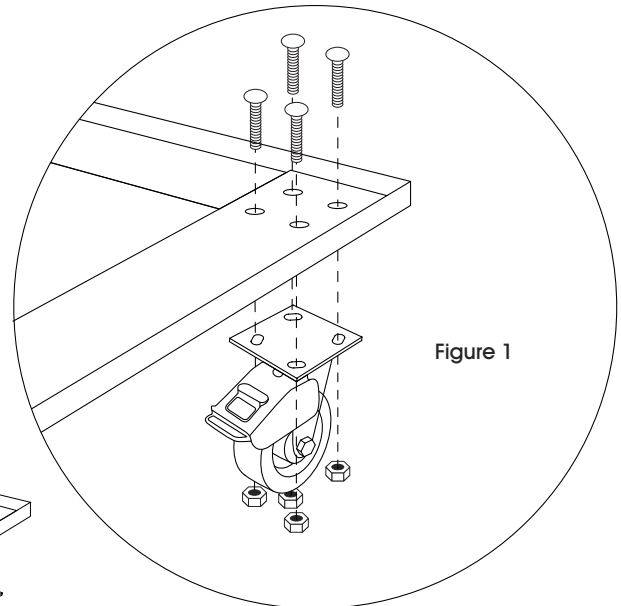

Figure 1
Attach bolts with locknuts. (See Figure 1)
1. Alignez le support de roulette pivotante avec les trous de boulon du cadre de chariot. Insérez quatre boulons dans le support de roulette pivotante en les enfilant à travers le cadre de chariot. Fixez les boulons avec les écrous freinés. (Voir figure 1)